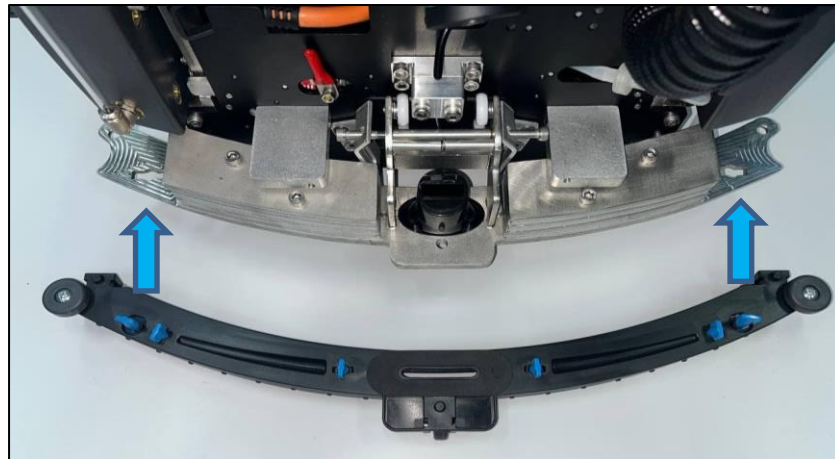

Fig. 10
1. Lijn de twee buitenste bevestigingen op het patroon uit met de gaten op de Squeegee houder (Fig. 10).